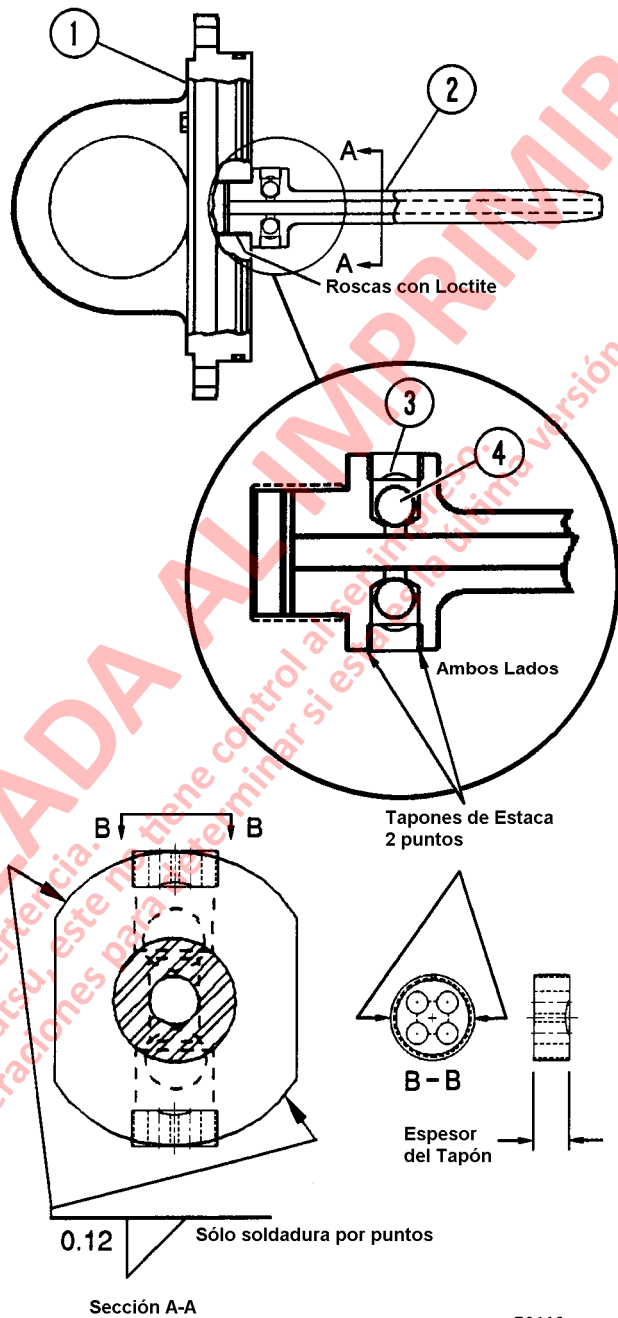

FIGURA 8-22. MONTAJE DE LA BOLA DE RETENCION Y TAPON
1. Los tapones (3, Figura 8-22) y las bolas de retención (4) en la vaina se deben revisar durante cualquier reparación al cilindro para asegurarse que los tapones estén apretados y los asientos de las bolas no estén dañados. Consulte "Montaje de las Bolas de Retención y Tapones en la Vaina".
2. Asegure el conjunto de la tapa (1) en una soporte firme. Asegúrese que las roscas en la tapa y en la vaina estén limpias y secas (sin aceite ni solventes).
3. Usando Loctite "LOCQUIC®" Primer "T", (número de parte Haulpak TL8753 o equivalente) rocíe las roscas de acople del conjunto de la tapa (1) y de la vaina (2).
6. Suelde la vaina en 2 lugares como se muestra en la Figura 8-22.
Las bolas de retención (4, Figura 8-22) en el costado del conjunto de la vaina (2) se mantienen en su lugar con tapones roscados (3).
2. Usando Primer "T" Loctite LOCQUIC® (TL8753 o equivalente) y aplique en las roscas de empalme de ambos tapones (3, Figura 8-22) y al conjunto de la vaina (2). Deje secar el "primer" por 3 a 5 minutos.
4. Coloque las bolas de retención (4) en el tubo de la vaina (2) y monte los tapones (3) con la cara cóncava hacia la bola. Use la herramienta SS1158 para apretar los tapones con un torque de **70 ft. lbs. (95 N.m)**. Deje que las partes curen por 2* horas antes de exponer los hilos al aceite.
5. Fije las roscas del tapón en dos puntos (entre los orificios) como se muestra en la Figura 8-22 para evitar que se suelte el tapón.